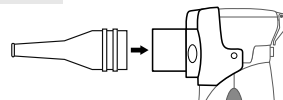
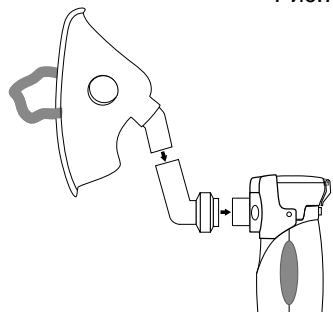

Рис.7
Рис.8
- Установите мундштук (рис.7) или маску (через переходник для маски)(рис.8).